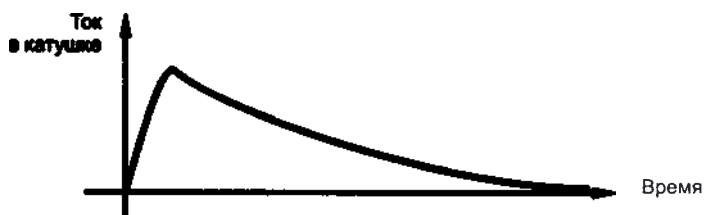

Рис. 3. Форма тока при монофазном стимуле.
- **Монофазный стимул** — стимул, при котором ток в катушке индуктора протекает в одном направлении, нарастая по синусоидальному закону и спадая по экспоненте (рис. 3).
При задании межстимульного интервала 0 мс, стимулы от стимуляторов накладываются друг на друга, при этом стимул будет иметь форму как на рис. 3, но его длительность и индукция увеличатся в 1,4 раза по сравнению с обычным стимулом, что позволяет получить «усиленный монофазный стимул», который обладает большей силой воздействия.